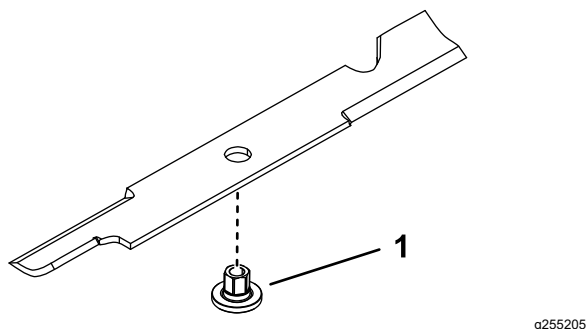

Figura 102
1. Instale el buje a través de la cuchilla con la brida del buje en el lado inferior (lado del césped) de la cuchilla (Figura 102).